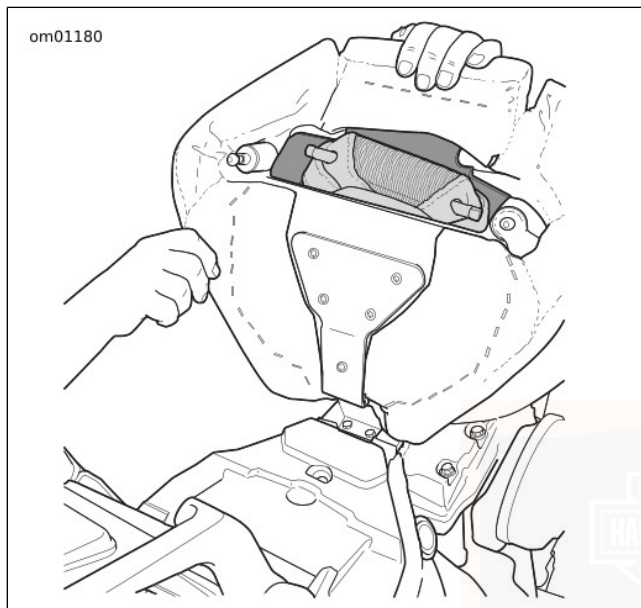

Figura 74. Apertura della sella del pilota: Modelli FXCWC
1. Vedere Figura 74. Tirare verso l'alto la parte posteriore della sella del pilota per liberare i perni di posizionamento e ruotare la sella in avanti verso il serbatoio del combustibile. Potrebbe essere necessario spingere il naso del cuscino della sella verso il basso, per evitare di interferire con l'attacco posteriore della consolle.
Vedere Figura 77. Per riporre nuovamente il cuscino del sellino nel vano della sella del pilota, mantenere l'imbottitura rivolta verso l'alto e introdurre per prima la linguetta. Se il cuscino del sellino è stato riposto correttamente, guardando l'apertura del vano della sella del pilota, come mostrato in Figura 74, risulterà visibile il perno del cuscino con la parte piatta.